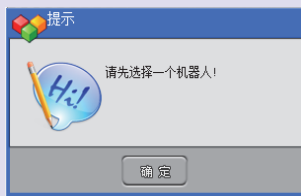

图 5.9 选择提示框
2. 只能依次选择任务、机器人、程序，如果某选择项没完成就单击了 **下一步**，系统会给出提示，如图 5.9 所示。